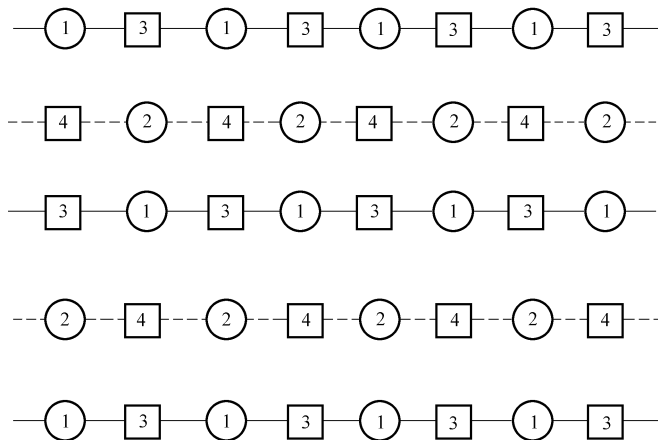

图 15-17 移动型采样结构示意图
1) 移动型。如图 15-17 所示是移动型采样结构示意图, 图中的实线为奇数场扫描, 虚线为偶数场扫描。圆圈表示第 1 帧扫描采样点, 其中圈圆 1 表示第 1 帧第 1 场扫描的采样点, 圈圆 2 表示第 1 帧第 2 场扫描的采样点, 方框表示第 2 帧扫描的采样点, 其中方框图 3 表示第 2 帧第 1 场 (即第 3 场) 扫描的采样点, 方框图表示第 2 帧的第 2 场 (即第 4 场) 扫描的采样点。